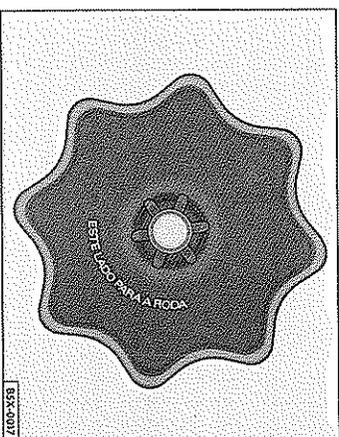

Fig. 14 Detalle del montaje correcto del fijador de la rueda de repuesto
- Coloque la rueda sustituida en el alojamiento (3/5 Puertas / S.Wagon) o soporte (Pickup) de la rueda de emergencia ⇒ página 3. En caso de una Pickup el fijador ⇒ fig. 14 posee posición específica de montaje correcto.